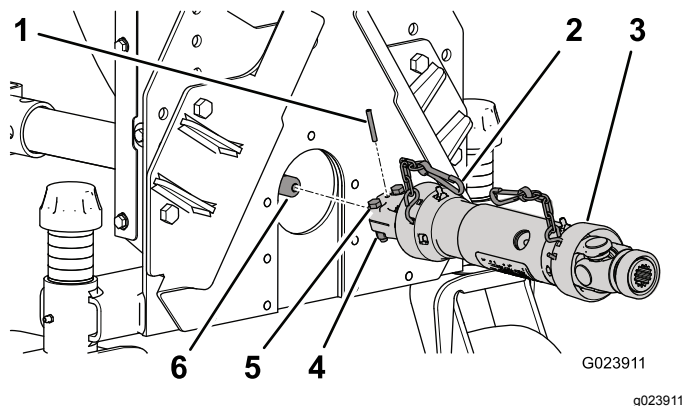

図 4
4. ロールピンで固定する (図 4)。
5. 駆動シャフトをギアボックスのシャフトに固定するボルト 5/16 x 1-3/4"2本、ロックナット 5/16"2個、ロールピン 3/16 x 1-1/2"を使用して図 4 のように取り付ける。
8. 安全ンチェーンをブローフレームに固定する図 4。